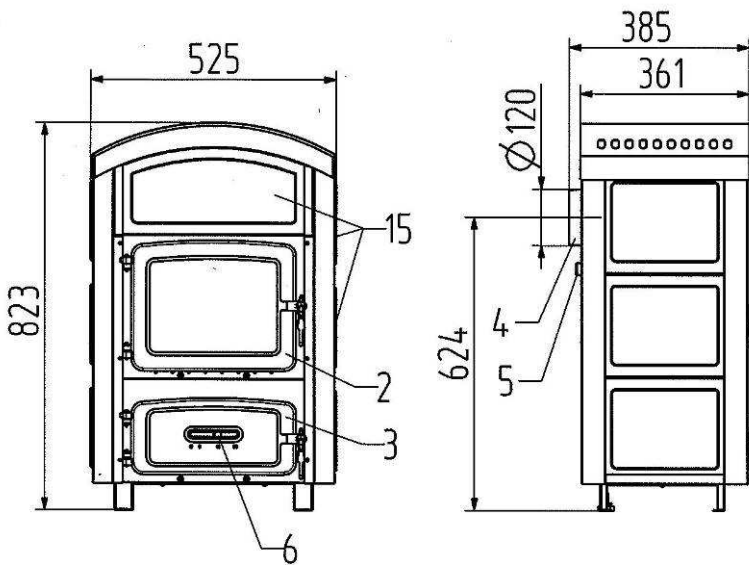

Bild 17
- Bild 17: Stubenofen 109 6 F/A (TYP 109 61)